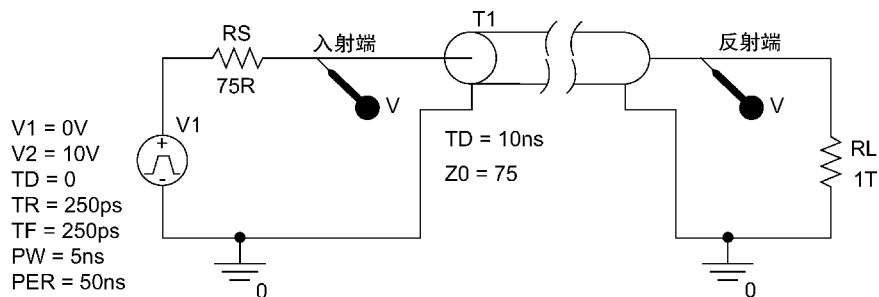

图 17.16 放置电压探针
9. 删除电流探针, 然后把负载电阻的参数值修改为 $1T\Omega$, 即负载开路。如图 17.16 所示, 在传输线的入射端和开路电阻的顶端分别放置电压探针, 然后对电路重新运行仿真。